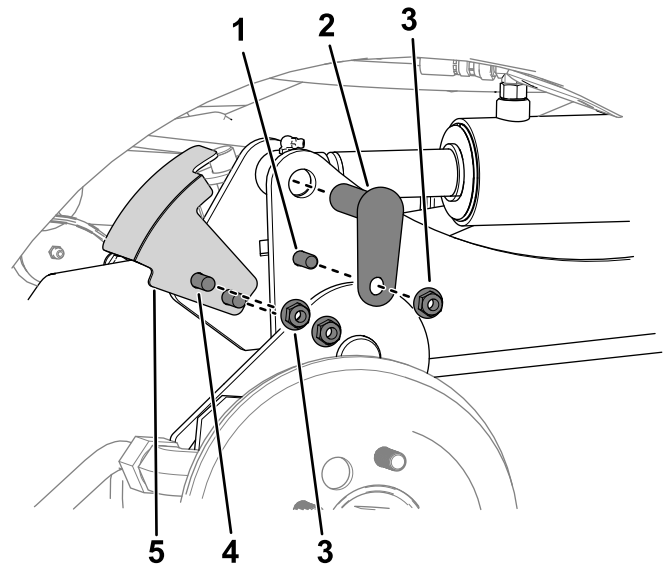

Figura 3
- B. Rimuovete i 2 bulloni a testa tonda e 2 dadi ( $\frac{3}{8}$ ") che fissano la staffa del sensore al braccio di sollevamento destro (Figura 3).
- C. Rimuovete i 2 bulloni ( $\frac{3}{8}$ " x  $1\frac{1}{4}$ "), 2 dadi ( $\frac{3}{8}$ ") e 2 perni piccoli che fissano i bracci di sollevamento ai cilindri (Figura 3).